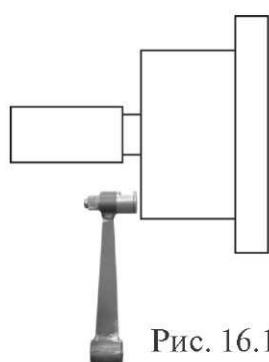

Рис. 16.1
15.2. Калибровка устройства измерения дистанции. Для оценки погрешности устройства ввода дистанции выдвиньте штангу ввода параметров и уприте ее палец в задний торец фланца вала, как показано на рис.16.1. При этом на индикаторах 1 отображается величина введённой дистанции, а на индикаторах 4 величина диаметра диска. Если величина дистанции на индикаторах 1 не равна  $4,5 \pm 0,2$ , то устройство ввода дистанции требует калибровки.